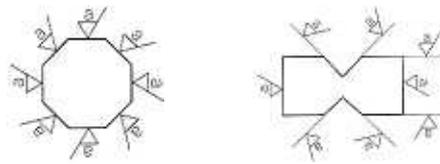

図6 図示記号の向き
- I. 図6は算術平均粗さ  $Ra$  による図示記号の指示位置（向き）です。理解していますか。